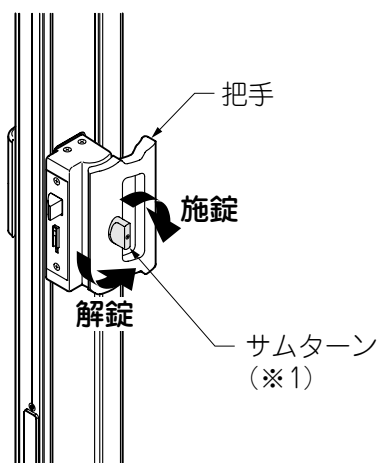

図3-3 サムターンが右側にある場合
(2) 家側 ※サムターンで施錠・解錠するには、図3-3、4にしたがって操作します。